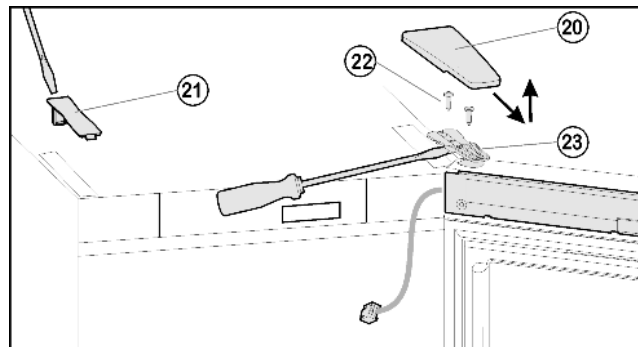
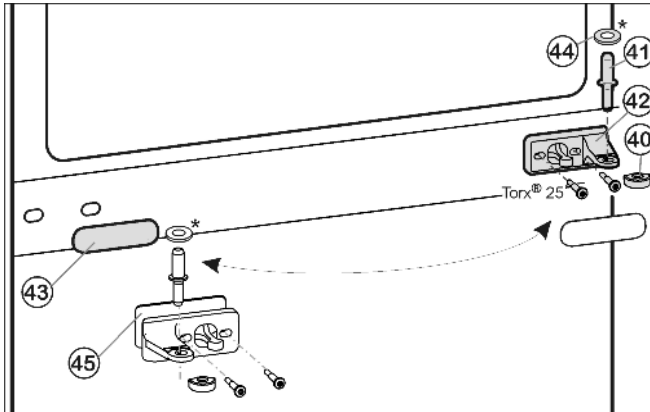
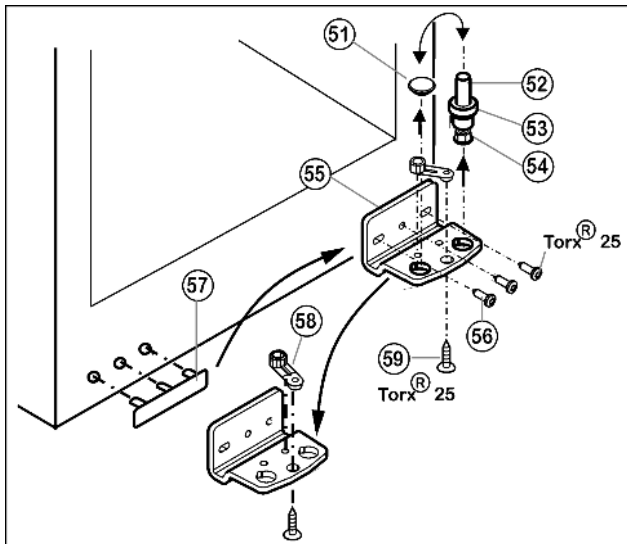

Fig. 6
Fig. 7
Fig. 8
- ▶ Крышку Fig. 6 (20) снимите движением вперед и вверх
- ▶ Снимите крышку Fig. 6 (21).
- ▶ Полностью выверните винты Fig. 6 (22).
- ▶ Снимите дверцу вместе с опорным кронштейном Fig. 6 (23) и кабелем вверх. Для снятия, возможно, понадобится осторожно подцепить опорный кронштейн снизу шлицевой отверткой.
- ▶ Вытащите из опорного кронштейна и нижней дверцы средний опорный палец Fig. 7 (41).
- ▶ Снимите пластмассовый колпачок Fig. 7 (40).
- ▶ Открутите средний опорный кронштейн Fig. 7 (42) (2 шт. Torx® 25).
- ▶ Осторожно снимите накладку Fig. 7 (43).
- ▶ Прикрутите средний опорный кронштейн Fig. 7 (42) с подкладкой Fig. 7 (45) с поворотом на 180° на новую сторону шарнира (с моментом 4 Нм).
- ▶ Защелкните накладку Fig. 7 (43), повернув на 180°, на стороне, где теперь будет ручка.
- ▶ Извлеките опорный винт Fig. 8 (52) в комплекте с шайбой Fig. 8 (53) и регулируемой опорой Fig. 8 (54), вытягивая его вверх.
- ▶ Снимите пробку Fig. 8 (51).
- ▶ Открутите Fig. 8 (56) опорный кронштейн Fig. 8 (55).
- ▶ Открутите Fig. 8 (59) опорную деталь Fig. 8 (58) и, переставив в отверстие на противоположной стороне опорного кронштейна, снова прикрутите.
- ▶ Осторожно снимите и переставьте на противоположную сторону крышку со стороны ручки Fig. 8 (57).
- ▶ Снова прикрутите опорный кронштейн Fig. 8 (55) на новой стороне шарнира (с моментом 4 Нм). При необходимости используйте аккумуляторный шуруповерт.
- ▶ Переставьте пробку Fig. 8 (51) в свободное отверстие.
- ▶ Вновь установите опорный винт Fig. 8 (52) в комплекте с шайбой и регулируемой опорой. При этом фиксатор должен быть направлен назад.
- ▶ Установите дверь сверху на опорный палец Fig. 8 (52).
- ▶ Снова наденьте пластмассовый колпачок Fig. 7 (40) на средний опорный кронштейн Fig. 7 (42).
- ▶ Вставьте средний опорный палец Fig. 7 (41) через средний опорный кронштейн Fig. 7 (42) в нижнюю дверцу.
- ▶ Установите верхнюю дверцу на средний опорный палец *Fig. 7 (41)*, закройте дверцу и установите верхний опорный кронштейн *Fig. 6 (23)* так, чтобы он защелкнулся в верхней стороне устройства.
- ▶ Закрутите опорный кронштейн *Fig. 6 (23)* (с усилием **4 Нм**). При необходимости просверлите отверстия или используйте аккумуляторную отвертку.
- ▶ Защёлкните крышку *Fig. 6 (20)* и крышку *Fig. 6 (21)*.
- ▶ При необходимости выровняйте дверцы через два продольных паза в нижнем опорном кронштейне *Fig. 8 (55)* и среднем опорном кронштейне *Fig. 7 (42)* параллельно корпусу устройства. Для этого выкрутите средний винт на нижнем опорном кронштейне *Fig. 8 (55)*.